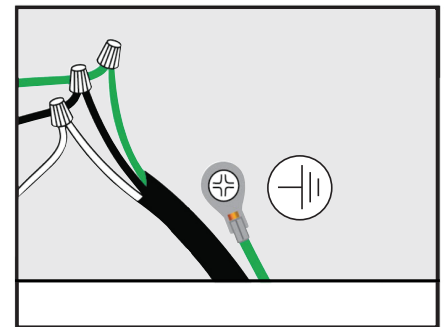

Figure 7
- Branchez le câble au câblage de la hotte (voir Figure 7).